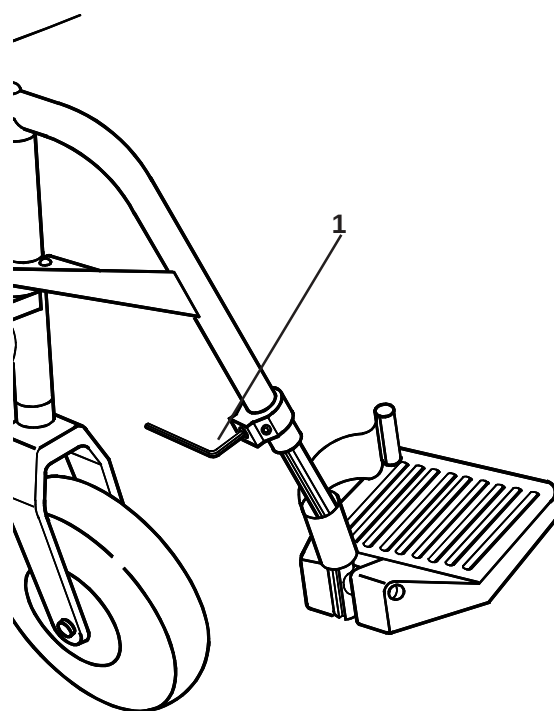

Fig. 31
Voor het afstellen van de hoogte (Fig. 31) van de wegzwenkbare voetsteunen draait u de schroef (1), met behulp van een 4 mm inbussleutel, die geplaatst dient te worden zoals getoond, los en stelt u de voetsteunhoogte in de gewenste positie af. Draai de schroef weer vast op een aanhaalmoment van 8-10 Nm.